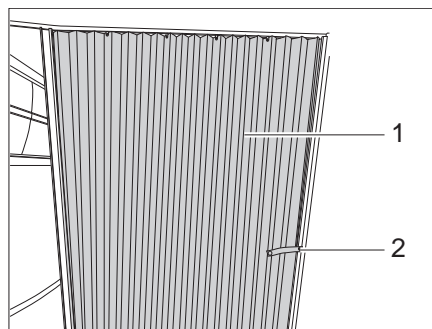

Fig. 169 Rideau pliant
- Détacher la bande de sécurité (Fig. 169,2).
- Tirer le rideau pliant (Fig. 169,1) en position de fermeture.
- Amener le rideau pliant (Fig. 169,1) dans la position d'ouverture.
- Fixer le rideau pliant avec la bande de sécurité (Fig. 169,2).